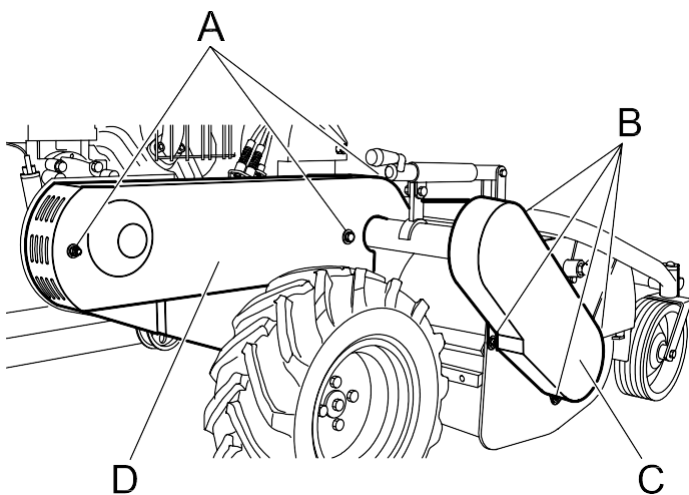

Figura 9
- Rimuovere il carter di protezione (Fig. 9 Rif. C), svitando e togliendo le viti indicate in figura 9 Rif. B.
Per accedere alla zona in cui sono situate le cinghie di trasmissione ed il dispositivo di regolazione del freno rotore, occorre rimuovere il carter di protezione (fig. 9 rif. D), quindi svitare e togliere le viti indicate in figura 9 rif. A